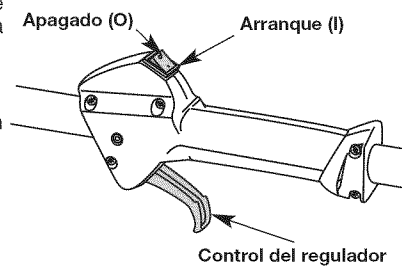

Fig. 10
NOTA: No hay necesidad de arrancar la unidad. El control de Encendido/ Apagado está en la posición ENCENDIDO (I) en todo momento (Fig. 10).
2. Coloque el control de encendido y apagado en posición de APAGADO (O) (Fig. 10).